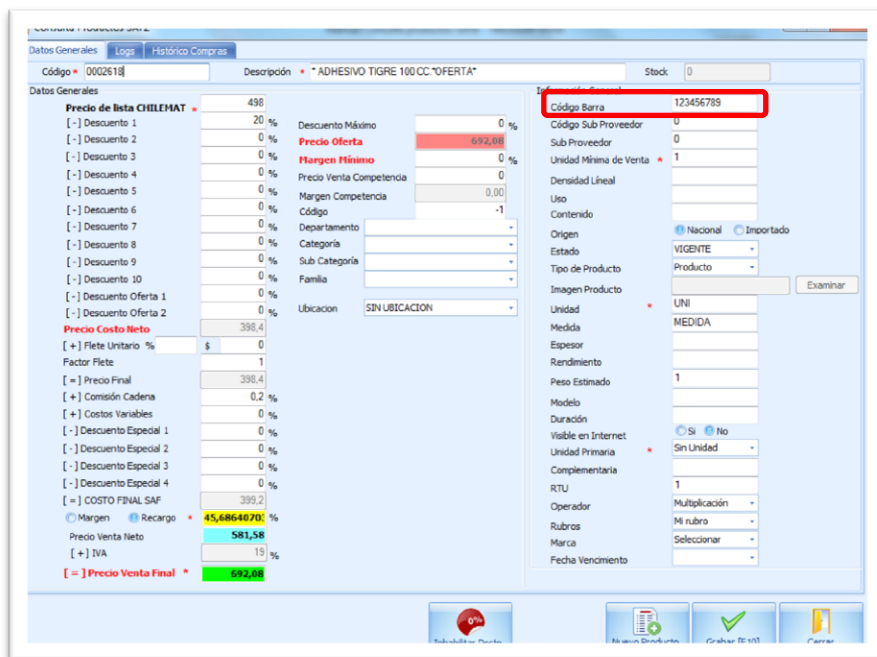
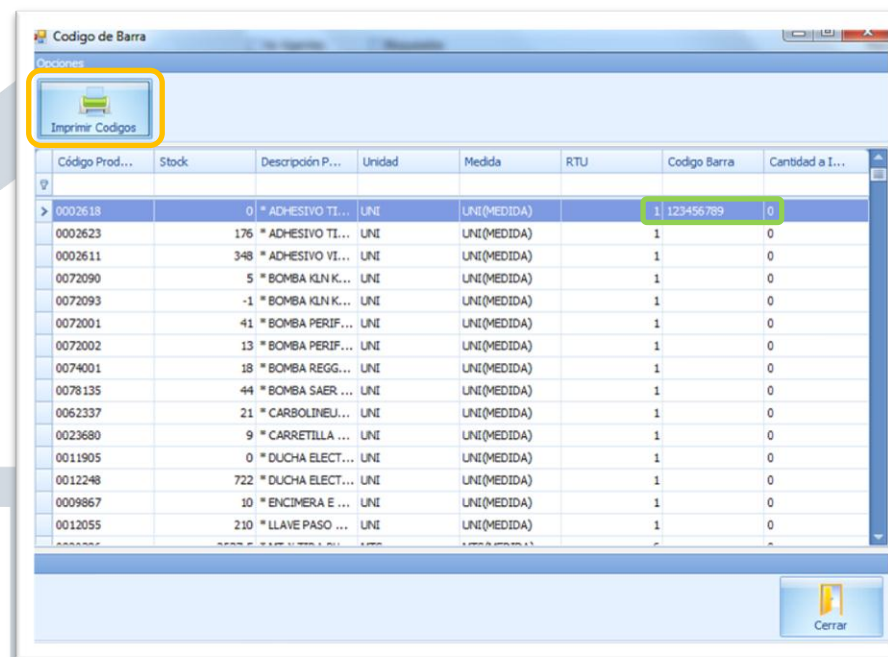

Imagen 20
Imagen 21
3.6 Código de Barra: Permite la opción de generar códigos de barra, esto ayuda para "pistolear" los artículos y tener una descripción y valor detallado de ellos. Para hacer esto debemos ir primero a: *Consulta de productos (imagen 20)* y estando ya ahí asignamos el número que deseamos para que sea reconocido por el sistema (rectángulo Rojo). Ahora cuando vamos de nuevo a *Código de barra*, podremos ver el número asignado al producto (imagen 21, Rectángulo Verde). Luego si tenemos una impresora conectada podremos imprimir los códigos para identificar los artículos.